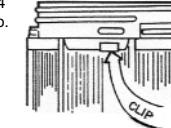

FIGURA 3
1. Los bombillos de las luminarias Champ® Serie VMVF cat. No. G24 utilizan una guarda integral cat. No. P21. Los segmentos roscados de la guarda y el bombillo son de un largo diferente para asegurar que el bombillo y la guarda coinciden adecuadamente durante su ensamblaje. El seguro (clip) en la guarda ayuda a asegurarla al bombillo. Ver la figura 3